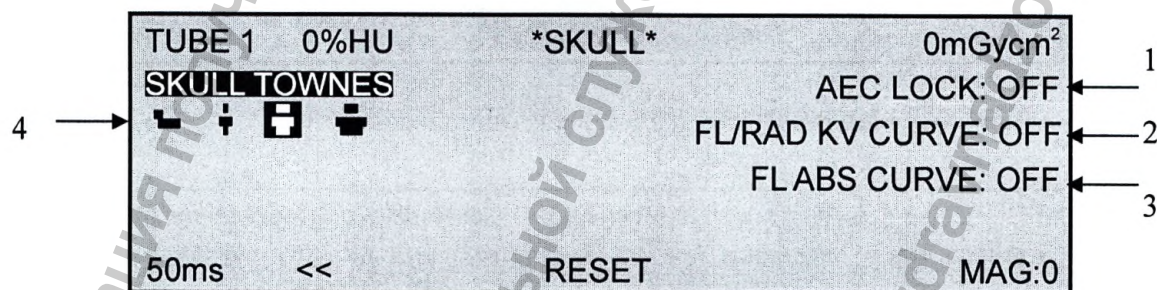

Рисунок 4.12 – Дисплей АПР
AEC LOCK (Блокировка АКЭ) (см. Рисунок 4.12, поз.1)
FL/RAD KV CURVE (Кривая напряжения скопии/графики) (см. Рисунок 4.12, поз.2)
Кривая FL ABS CURVE (см. Рисунок 4.12, поз.3)
На дисплее будут отображены следующие параметры для выбранной программы органоавтоматики (см. Рисунок 4.12):
3. Для выбора типа комплекции пациента нажимайте кнопку, расположенную слева от значка размера пациента (см. Рисунок 4.12, поз. 4), при этом текущий выбор будет индизироваться выделением. По умолчанию установлено среднее значение (medium).
Функции БЛОКИРОВКА АЕС (см. Рисунок 4.12, поз. 1), FL/RAD KV CURVE (см. Рисунок 4.12, поз. 2) и FL ABS CURVE (см. Рисунок 4.12, поз. 3) описаны в 4.7.5.4, 4.7.5.5, 4.7.5.6 соответственно.
Нажмите расположенную рядом кнопку для выбора (см. Рисунок 4.12, поз. 1) ON (ВКЛ) или OFF (ВЫКЛ). Это блокирует исходное время экспозиции в режиме АКЭ, так что экспозиция в режиме АКЭ остается неизменной на протяжении подачи сигнала.
Нажмите расположенную рядом кнопку выбора установки напряжения в режиме «Графия» по напряжению в режиме «Скопия» (см. Рисунок 4.12, поз. 2). Эта функция доступна, только если был выбран приёмник с возможностью скопии.
Нажмите расположенную рядом кнопку для выбора желаемой дозы ABS (см. Рисунок 4.12, поз. 3). Эта функция недоступна, если выбран приёмник с возможностью рентгеноскопии.